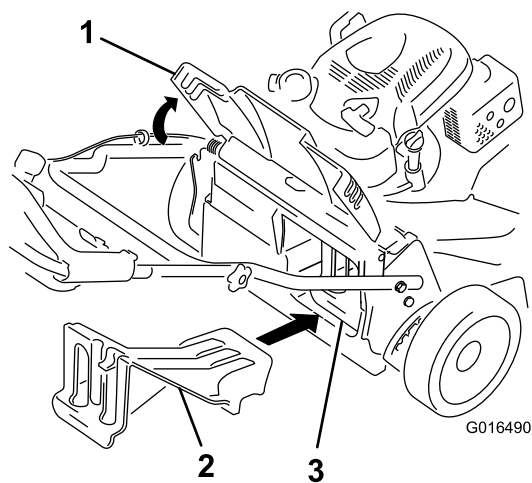

Рисунок 25
- Если задняя выпускная заглушка не установлена, возьмите ее за рукоятку, поднимите заднюю дверцу и вставьте ее в желоб заднего выброса, пока защелка не зафиксирована на месте, см. Рисунок 25.
Внимание: Убедитесь, что задняя выпускная заглушка установлена на своем месте, и произведите утилизацию травы и срезанных листьев (Рисунок 25).